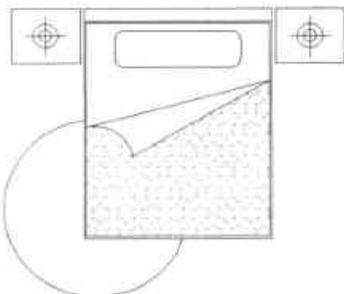

图7-77 绘制圆形地毯
- Step11** 执行“图案填充”命令，选择合适的图案对被褥进行填充。然后执行“圆”命令，绘制圆，作为地毯图形，并执行“修剪”命令，对图形进行修剪，如图7-77所示。